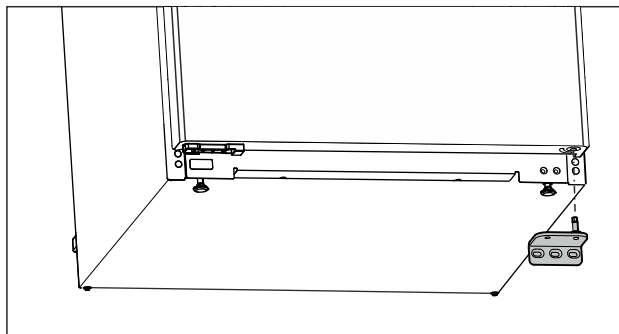

Fig. 11
- Lagerbock nach unten abnehmen. (siehe Fig. 11)